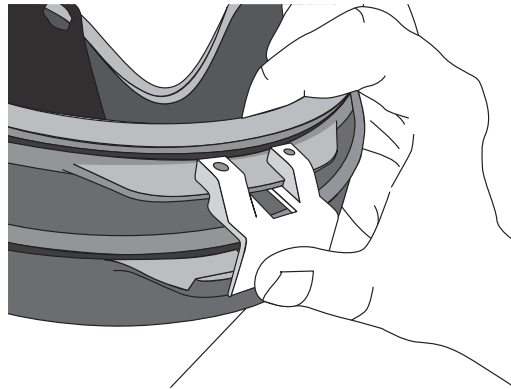

Fig. 2
4. Coloca la plantilla para orificios en la lengüeta de la línea de la mandíbula inferior de la careta. Asegúrate de que esté colocada correctamente y de que se mantenga firme, como se muestra en la Fig. 2 (lado superior de la plantilla). Opcional: Se puede usar una abrazadera para ayudar a asegurar la plantilla en su lugar.